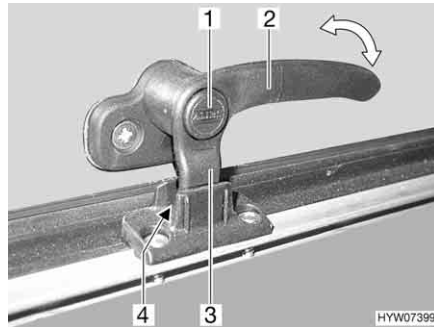
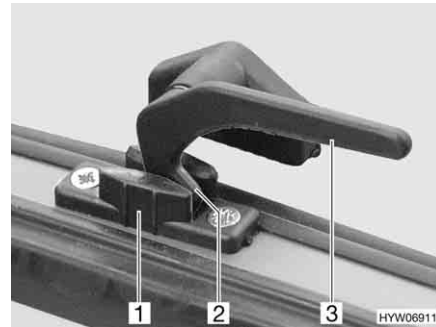

Fig. 69 Levier de verrouillage avec bouton de sécurité en position "Aération permanente"
Fig. 70 Levier de verrouillage en position "Aération permanente"
- En position "Aération permanente" (Fig. 69 et Fig. 70)
- S'il existe, appuyer sur le bouton de sécurité (Fig. 69,1) et le maintenir enfoncé.
- Tourner le levier de verrouillage (Fig. 69,2 ou Fig. 70,3) d'un quart de tour vers le centre de la fenêtre.
- Remettre le levier de verrouillage en position initiale. Le tenon de verrouillage (Fig. 69,3 ou Fig. 70,2) du levier de verrouillage doit pénétrer alors dans le logement prévu à cet effet dans le verrouillage de fenêtre (Fig. 69,4 ou Fig. 70,1).
- Relâcher le bouton de sécurité (Fig. 69,1) s'il y en a un.